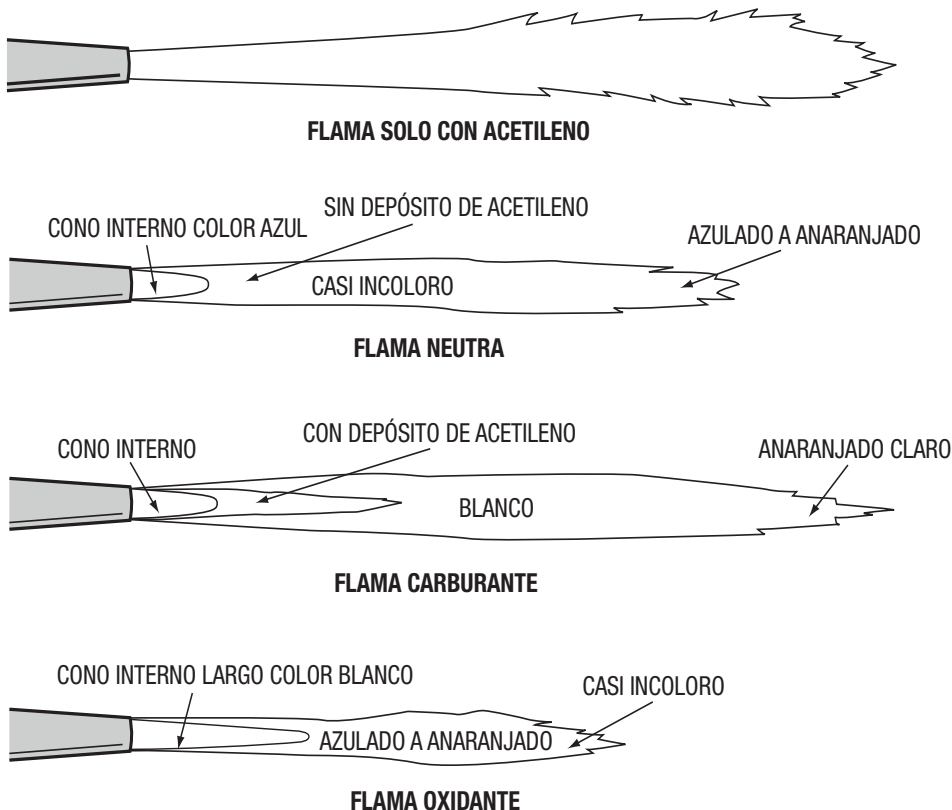

Figura 12: Llamas de soldadura de acetileno
8. Abra la válvula de oxígeno del soplete hasta que se establezca una llama neutra y brillante. (ver figura 12).